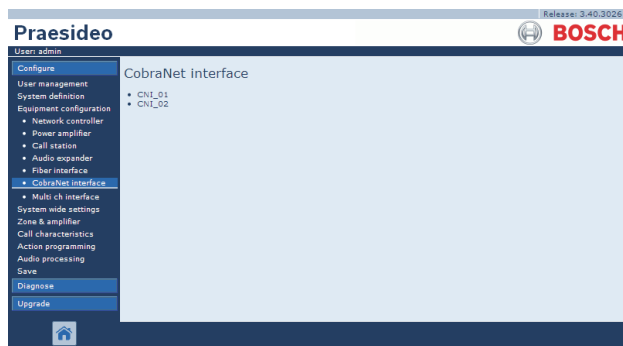

figure 44.38 : Configuration d'une interface CobraNet, étape 1
- 1 Allez à *Configure > Equipment configuration > CobraNet interface*. Un écran semblable à celui de la figure 44.38 s'affiche dans le cadre principal de l'interface Web.